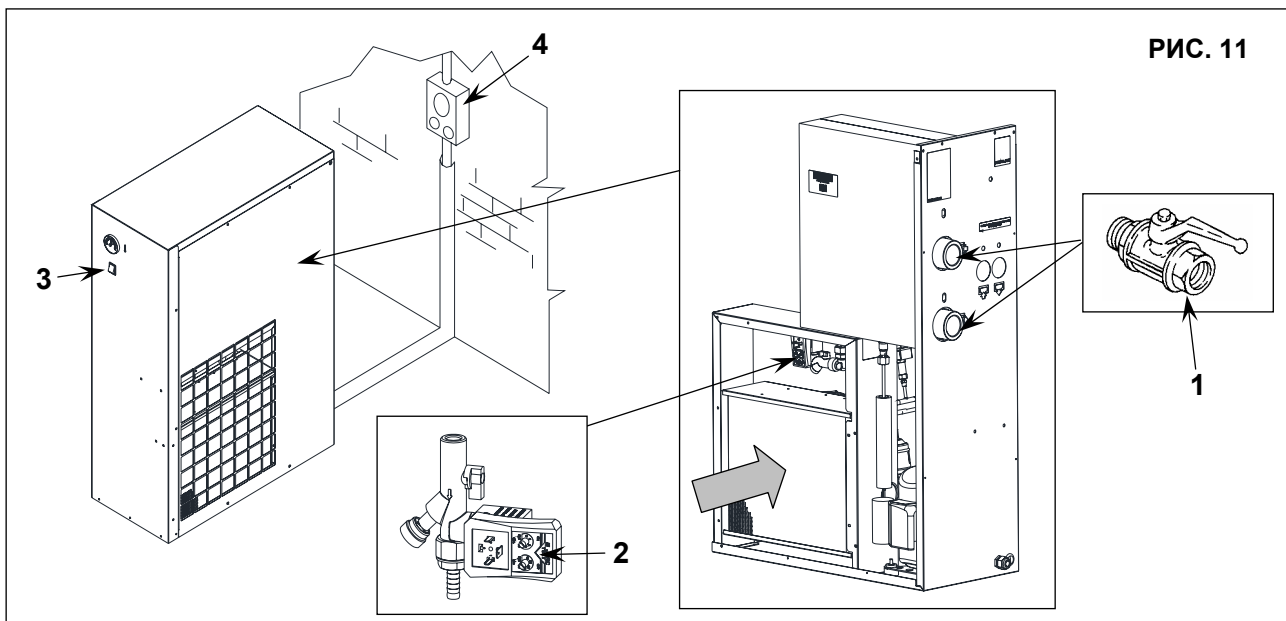

РИС. 11
- Закройте краны, поз. 1, рис. 11
- Сбросьте давление в осушителе, нажав кнопку слива конденсата "TEST", расположенную на паротделителе, поз. 1, рис. 11
- Выключите устройство, нажав кнопку "STOP", поз. 3, рис. 11
- Включите автоматический дифференциальный переключатель питания, поз. 4, рис. 11